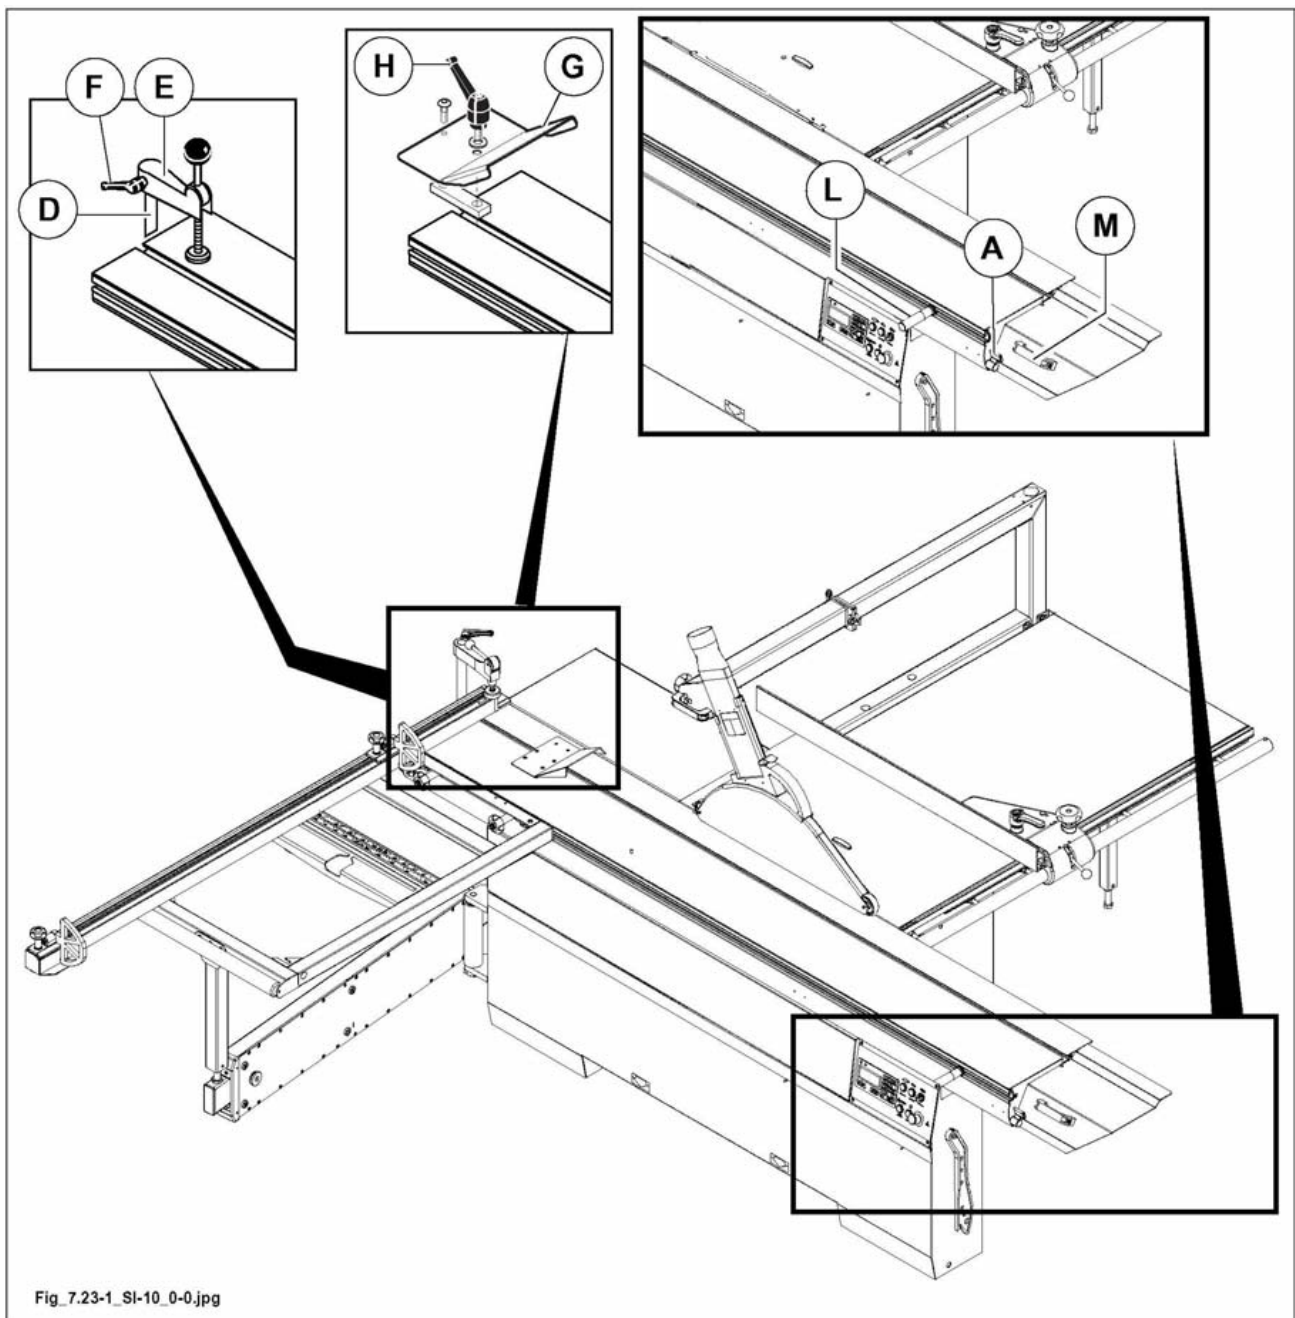

Abb. 7.23-1
Hebel (A Abb. 7.23-1) dient zum Blockieren / Lösen des Schiebetisches:
- der Hebel (A Abb. 7.23-1) dient zum Blockieren des Waggons in der Ruheposition (Waggon geschlossen) und in der Ladeposition des zu bearbeitenden Teils (Waggon am rechte Endanschlag).
- Stelleiste des Bolzens (D Abb. 7.23-1) in die Nute des Schiebetisches einsetzen, Arm (E Abb. 7.23-1) an den Bolzen einbauen, Kugelgriff (F Abb. 7.23-1) festziehen.
- Besäum-Klemmschuh (G Abb. 7.23-1) anbringen durch Einsetzen der Stelleiste in die Nute des Schiebetisches, Griff (H Abb. 7.23-1) festklemmen.
- Griff (L Abb. 7.23-1), der im Zubehöropaket mitgeliefert wird, an den Schiebetisch in der gewünschten Position anbringen, dann Griff einschrauben.
Die Übereinstimmung der Vorrichtung (G Abb. 7.23-1) ermöglicht Präzisions-Anschläge auch mit Stücken, die keine einheitliche Anschlagoberfläche haben, auszuführen.
- **Griff (L Abb. 7.23-1) bei Teilen von kleiner und mittlerer Grösse.**
- **Griff (M Abb.7.23-1) bei grossen Teilen verwenden.**
Schiebetisch durch die Griffe (L o M fig. 7.23-1) bewegen um das meglische Quetschen der Hände mit den Festteilen der Maschine zu vermeiden.